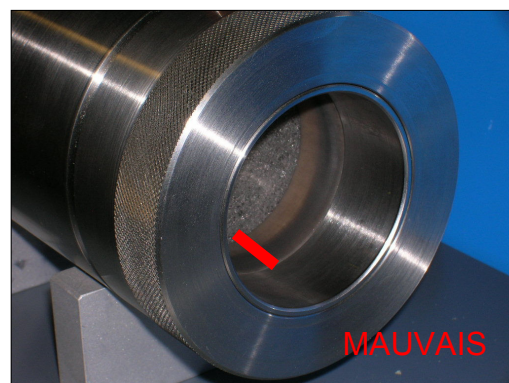

Figure 3
**Attention!** Dans le cas contraire (Figure 3), la mesure sera erronée et la membrane d'étanchéité risquera d'être endommagée.